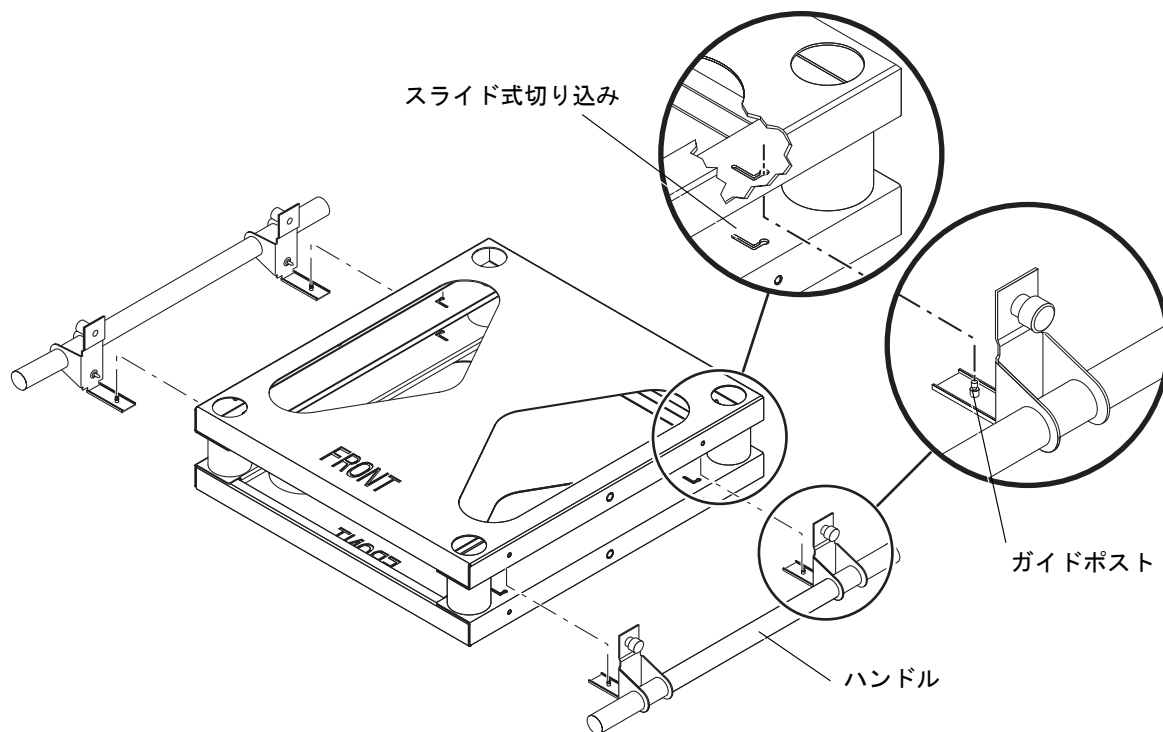
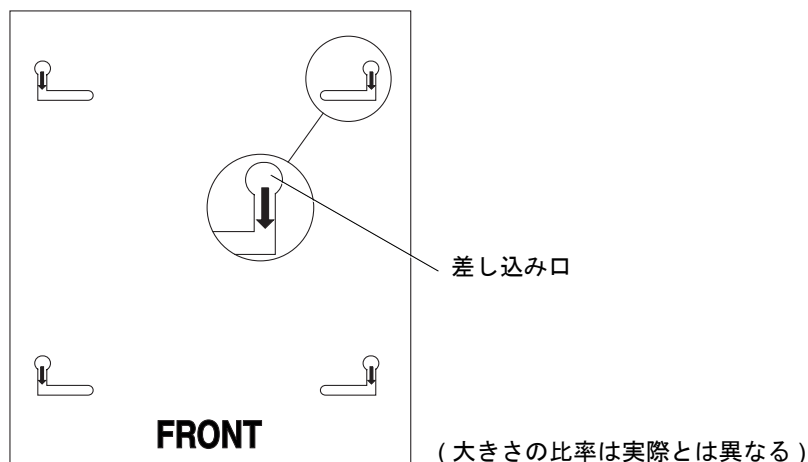

図 3-5 架台の詳細図
図 3-6 スライド式切り込み
注 - 以降の図では、底板の「FRONT」という文字に向かった状態を基準にして、左右の方向を区別します (図 3-5)。底板の上下の部品は同じものです。まず、上下のいずれかの部品を上に向けてください。
- a. ハンドルの 2 本のガイドポストを、架台の L 型のスライド式切り込みの、差し込み口の位置に合わせます (図 3-5)。
- b. ハンドルを持ち上げて、正面側および背面側のガイドポストの上部を L 型の切り込みの差し込み口に入れます (図 3-5 および図 3-6)。
- c. ハンドルおよびガイドポストを、架台の正面側にスライドさせます (図 3-6)。
8. システムから架台の両方のハンドルを外します (図 3-5)。